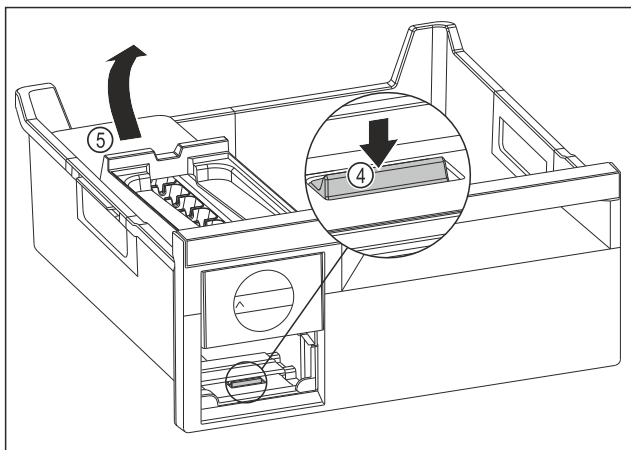

Fig. 172
- ▶ Izņemiet EasyTwist-Ice korpusu: Spiediet mēlīti Fig. 172 (4) ar pirkstu uz leju un vienlaikus ar otru roku paceliet EasyTwist-Ice korpusu Fig. 172 (5) no aizmugures.